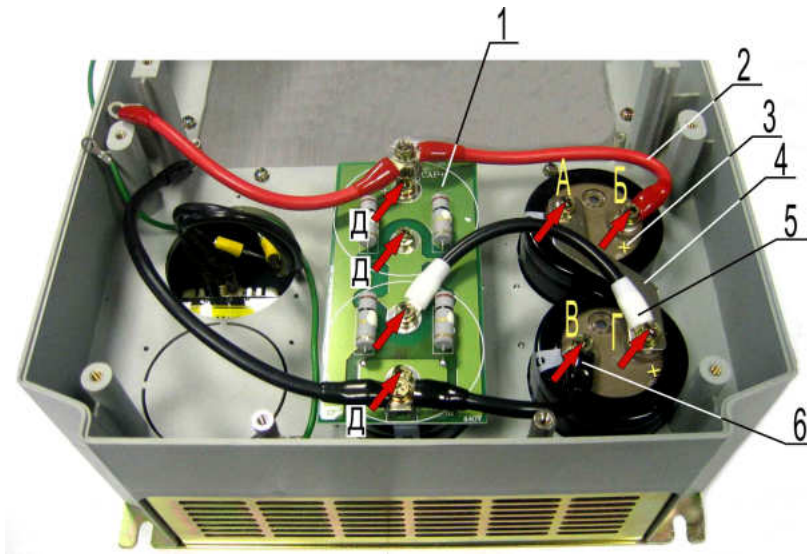

Рис. 7.5
7.3.7. Установить плату 1 на конденсаторы, как показано на рис. 7.5. Совместить отверстия платы с выводами конденсаторов. Закрепить плату тремя винтами Д (рис. 7.5).
7.3.8. Установить наконечник провода 5 над отверстием платы (рис. 7.5). Закрепить наконечник винтом.
7.3.9. Установить наконечник провода 2 на вывод Б конденсатора 3 (рис. 7.5). Закрепить наконечник винтом.
7.3.10. Установить накладную шину 4 на вывода А и Г конденсаторов. Совместить отверстие шины с выводом А конденсатора. Закрепить шину над выводом А винтом (рис. 7.5).
7.3.11. Установить наконечник провода 5 над выводом Г конденсатора. Совместить наконечник провода 5 с отверстием шины и выводом конденсатора. Закрепить шину и наконечник провода винтом (рис. 7.5).
7.3.12. Установить наконечник провода 6 над выводом В конденсатора (рис. 7.5). Закрепить наконечник винтом.